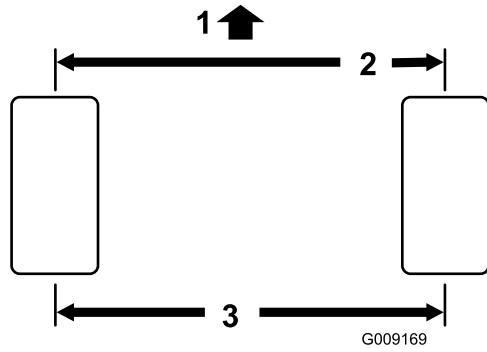

図 47
1. 後輪の前と後ろで、左右のタイヤの中央線間距離を測る（アクスルの高さ位置で計測）。前での計測が 3 mm小さければ正常である（図 47）。